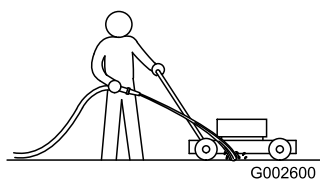

Figure 15
3. Mettez le moteur en marche et engagez la lame, puis dirigez un jet d'eau devant la roue arrière droite (Figure 15).